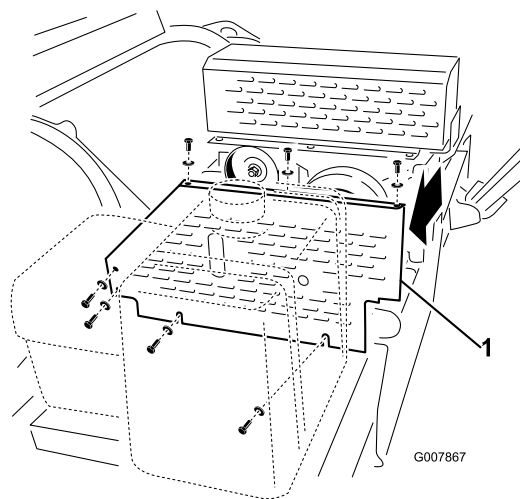

Figura 54
1. Togliete il paracinghia (Figura 54).